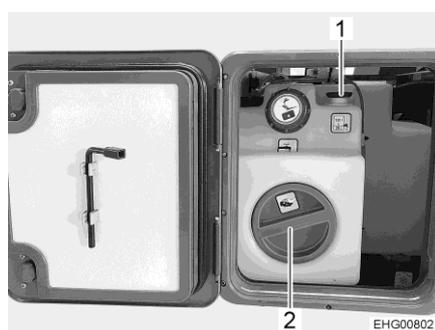

Fig. 206 Serbatoio dell'acqua con maniglia girevole
- Staccare il coperchio (Fig. 206,2) del serbatoio dell'acqua.